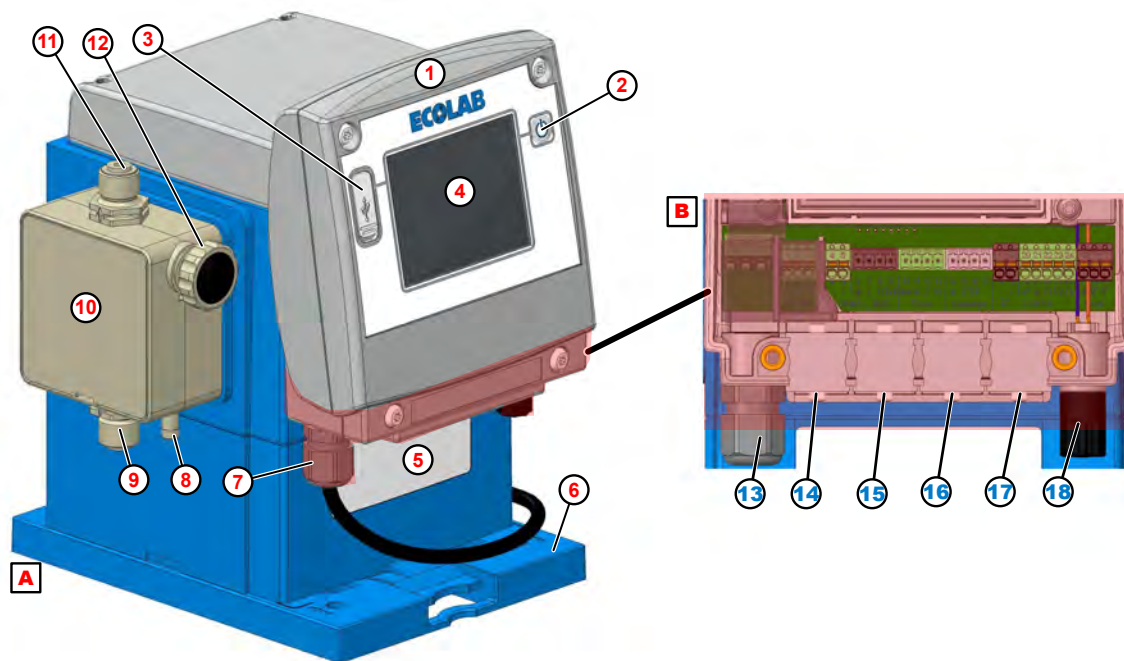

Fig. 11: Estructura «EcoAdd»
AD Ø = 5,1-5,7 mm (Fig. 11 , ⑭ - ⑰).